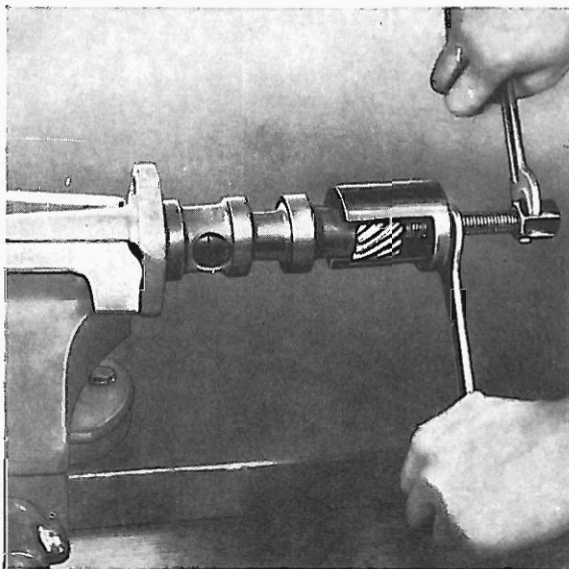

Bild 18—3/1
- 4 Ölpumpenantriebsrad abziehen mit Swkgz. 100 589 04 33 00 (siehe Bild 18—3/1).